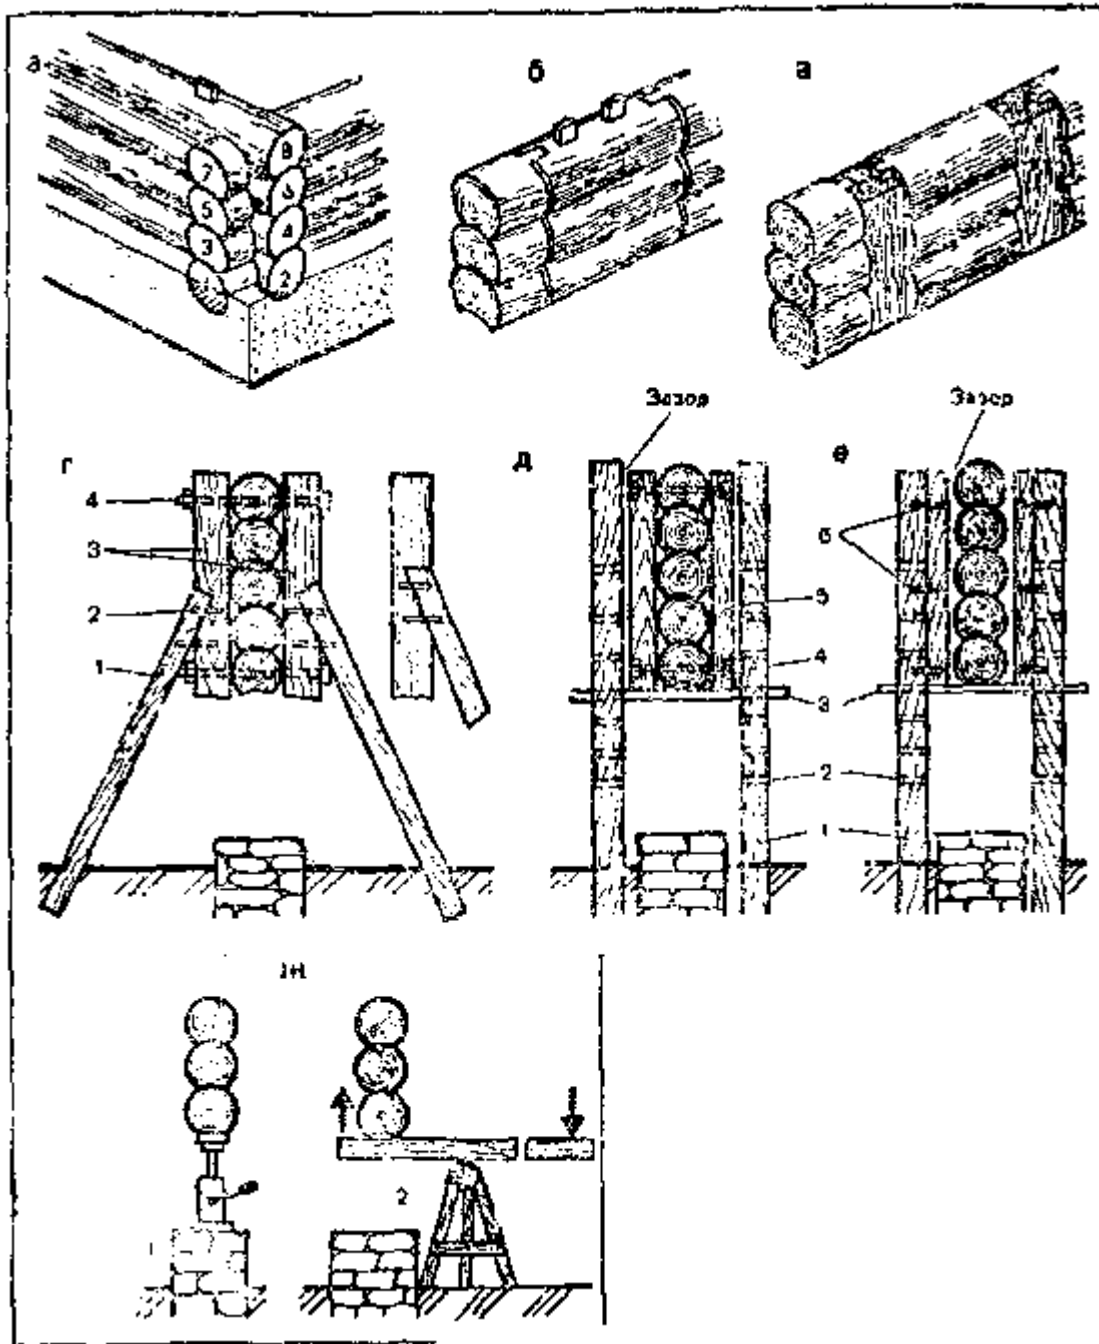

Рис. 101. Ремонт стен рубленых домов:
величину, или меньше примерно на одну четвертую диаметра (рис. 101,а). Эти части бревен заштрихованы. Торцы бревен никогда не должны быть в кладке или промазываться битумной мастикой. Это приводит к их быстрому загниванию. Покрытие битумной мастикой или обертывание допустимо только наполовину боковых сторон бревна.
Обычным способом работу ведут так (рис. 101,б). Вынимают переплеты и разбирают коробки. Выпиливают сгнившую древесину по отбитой строго вертикальной линии. По торцам пропиленных бревен пробивают риски, спиливают и срубают излишнюю древесину, чтобы получить гребни толщиной не менее 5 см. На эти гребни надевают куски новых бревен с выбранными пазами. Новые бревна рекомендуется брать одинаковой толщины со старыми и соединять их шипами. Ставят заменяемые бревна на конопатном материале (пакля, пенька, лен, мох и др.).
Стены при помощи стоек (рис. 101, в) ремонтируют в такой последовательности. Стойками скрепляют концы оставшихся старых бревен. Вставляют новые куски бревен. Изношенные места тщательно конопатят и приступают к сборке коробки. Под подоконную доску кладут кусок рубероида. Нижние стороны боковых брусков и то место подоконной доски, на которое ставят бруски коробки, олифят, сушат, покрывают тонким слоем оконной замазки (более жидкой) и ставят бруски на место. Это предохраняет стены от протекания через них воды, стекаемой с окон.
### **4. При замене нескольких венцов (рис. 101, г) оставшуюся здоровую часть дома приходится вывешивать, то есть держать на весу.**
Первый вариант (рис. 101,5). От углов дома около фундамента на расстоянии 50 — 70 см с двух сторон каждой стены роют ямы глубиной до 1 м. В них ставят вплотную к фундаменту строго вертикально обрешеченную доску и измеряют расстояние от стены до доски, определяя тем самым толщину брусков сжима, которые лучше всего делать на 2 — 3 см тоньше полученных размеров. Брусочки сжимов рекомендуется отесать с двух сторон. Стороны стойки, примыкающие к сжимам, также следует отесать. Сжимы ставят с двух сторон стены в двух и даже в трех местах, что зависит от длины стен. Скрепляют сжимы болтами по верхнему бревну и нижнему, которое остается в стене (не заменяется). Головки и концы болтов должны находиться в толще сжимов. Под болты сверлят отверстия диаметром 15 — 20 мм. Таким образом, стены прочно стягиваются и бревна не скользят и не нарушают конопатку.
Второй вариант (рис. 101,е). Выполняют так же, как и первый. Однако сжимы крепят не к стенам, а к стойкам скобами с зазором между ними и стенами 2 — 3 см. Рекомендуется стены скреплять еще и дощатыми сжимами, тогда стены будут скользить между сжимами. Поднимают стены одновременно с двух противоположных сторон.
**7. Способы подъема дома (рис. 101, да).** Поднимают дом при помощи рычагов или ваг, а также домкратов разной конструкции и грузоподъемности.